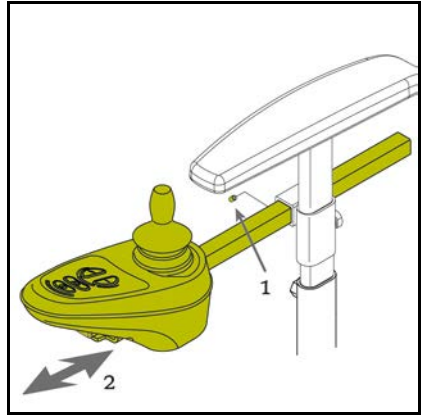

Figure 4.13
**Réglage de la profondeur du boîtier de commande (fig. 4.13).**